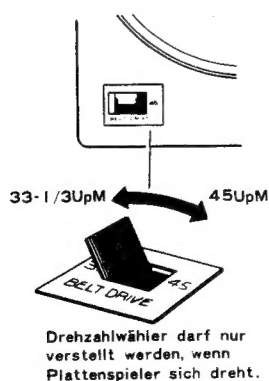
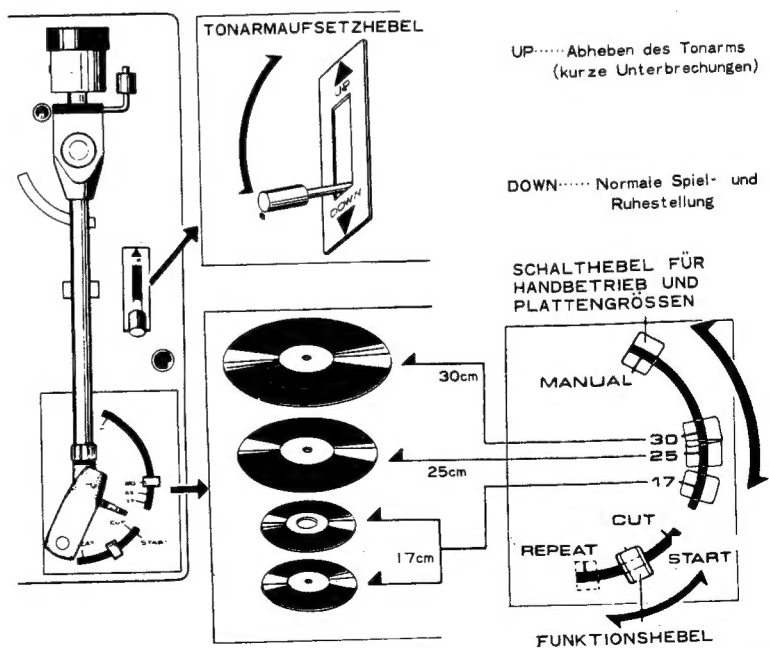

Abb. 10
Abb. 11
- a) Den Schalthebel für Handbetrieb auf MANUAL stellen. Vgl. Abb. 10.
- b) Den Funktionshebel kurz auf START/CUT stellen und sofort loslassen. (Abb. 11) Der Plattenteller beginnt sich zu drehen. Jetzt den Drehzahlwähler auf die gewünschte Drehzahl umstellen (Abb. 10).